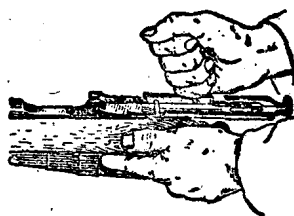

图2 拉下枪机
1. 取下枪机：左手握住枪頸，拇指位于枪托左侧。食指扣住扳机，同时右手打开枪机，向后拉下（图2）。